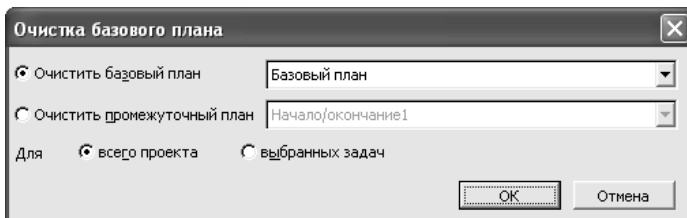

Рис. 49. Видалення базового плану
1. У меню **Сервіс** виберіть **Відстежування, Очистити базовий план**. З'явиться вікно **Очищення базового плану** (рис. 49).